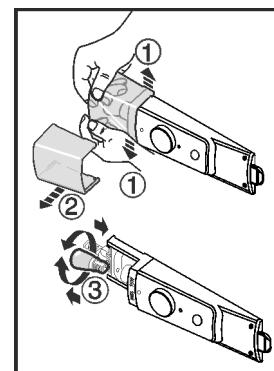

Fig. 10
- Écarter le couvercle de la lampe vers l'intérieur, à l'avant Fig. 10 (1), comme illustré et le retirer sur le côté Fig. 10 (2).
- Remplacer la lampe. Fig. 10 (3)